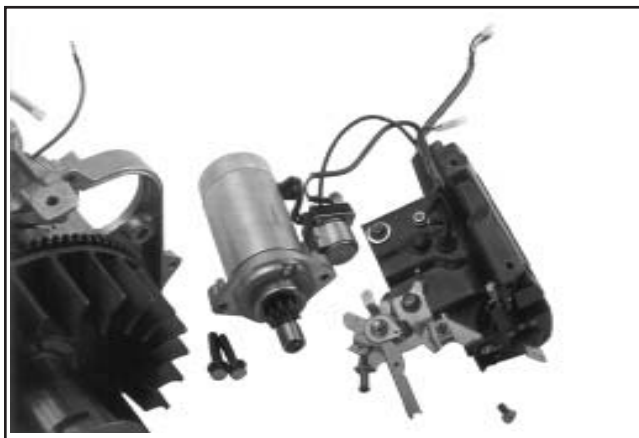

Figure 9-31. Démarreur à inertie et panneau de commande retirés.
2. Retirer les deux supports du réservoir de carburant avant (pas utilisés sur le CS8.5 [spéc. 95xxxx]), les vis de fixation, attachant le mécanisme du levier d'accélérateur, l'interrupteur et le support du voyant d'oil sentry. Sur les moteurs à démarrage électrique, le carter du panneau de commande électrique sera également inclus. Noter la rondelle utilisée sur le côté transmission uniquement. Voir la figure 9-31.
- Retirer le moteur du démarreur, le faisceau de câble et le carter du panneau de commande du moteur. Les composants peuvent être davantage démontés si nécessaire. Voir les figures 9-31, 9-32 et 9-33.